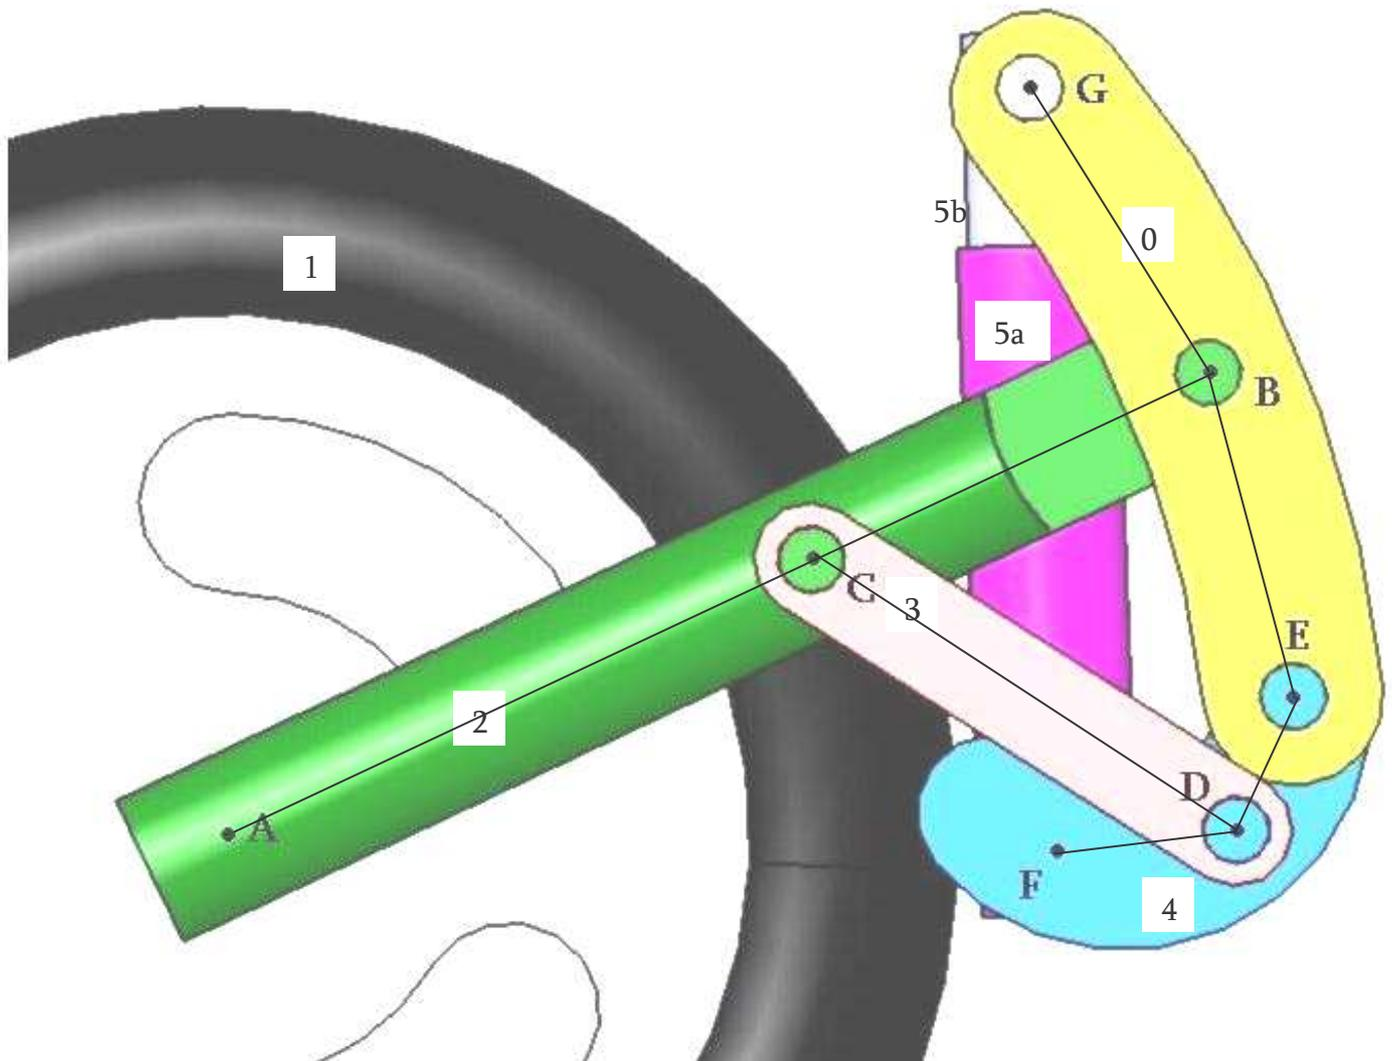

Figure 3 –Etude Cinématique
Les liaisons A, B, C, D, E, F et G sont des liaisons pivots de centre respectivement A, B, C, D, E, F et G et d'axe \vec{y} . L'amortisseur est une liaison pivot glissant d'axe (FG). On considère que l'étude est plane comme configurée sur la figure 3.
1 / On considère le problème plan (x,z) comme configuré sur la figure 3. Déterminer les trajectoires suivantes :
2 / Tracer sur la figure 3 le support des vitesses $\overrightarrow{V_{A,2/0}}$, $\overrightarrow{V_{C,2/0}}$ et $\overrightarrow{V_{D,4/0}}$.
La moto est à l'arrêt (Aucun mouvement relatif entre 1 et 2). On connaît l'action de la route sur la roue que l'on considère vertical (Pas de frottement) et d'intensité 1000 N (Echelle 400N : 10mm). Elle se modélise par un effort appliqué au point A noté $\overrightarrow{F_{\text{route}/2}}$. On suppose que toutes les actions sont situées dans le plan défini figure 3.